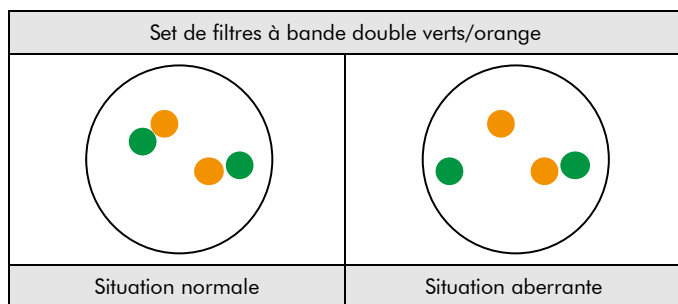

Fig. 2 : Résultats attendus dans les noyaux en interphase normaux et présentant une aberration
**Situation normale :** Dans les interphases de cellules normales ou de cellules sans une translocation impliquant la région du gène SPI1, deux signaux verts et deux signaux orange apparaissent (voir figure 2).
**Situation aberrante :** Une région du gène SPI1 affectée par une translocation est indiquée par un signal vert séparé et un signal orange séparé (voir figure 2).